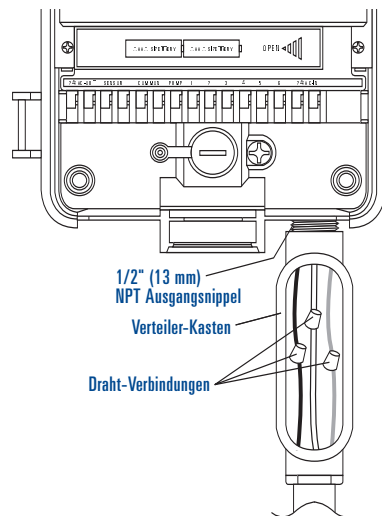

Abbildung A5: Verwenden einer Anschlussdose
- Anschlussdose (nicht im Lieferumfang) mit dem NPT-Anschlussnippel verbinden. [Siehe Abbildung A5]